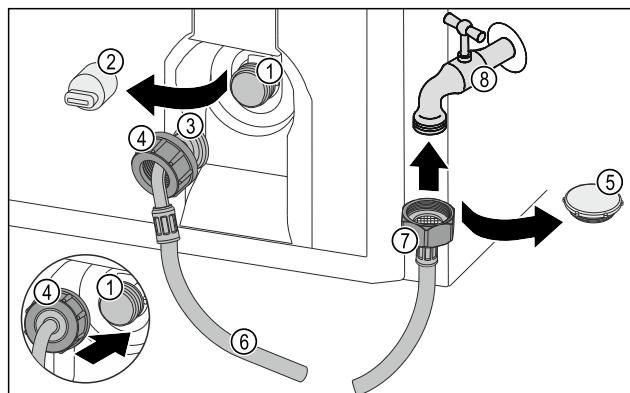

Fig. 15
- Verschlusskappe Fig. 15 (5) entfernen.
- Gerades Schlauchende Fig. 15 (7) am Wasserhahn Fig. 15 (8) ansetzen.
- Mutter am geraden Schlauchende Fig. 15 (7) im Uhrzeigersinn festziehen.